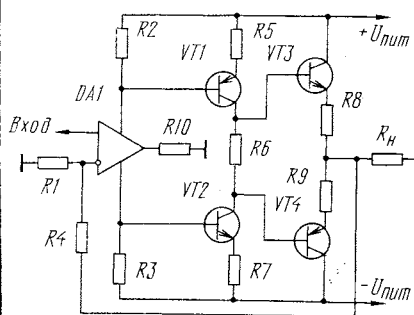
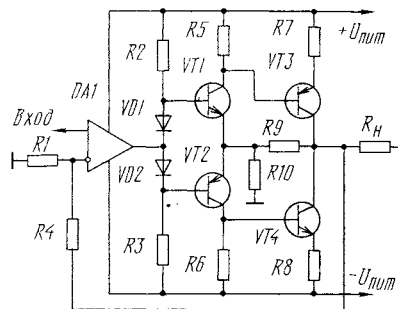

Рис. 2
Рис. 3
В УМЗЧ, представленном на рис.2, транзистор VT1 уже включен по схеме с общим эмиттером и работает с усилением, а транзистор VT3 — по-прежнему по схеме эмиттерного повторителя. В этом случае максимальное напряжение на нагрузочном резисторе R_n составит величину: $U_n = U_{\text{пит}} - U_{\text{бэVT1}} - U_{\text{R5}} - U_{\text{бэVT3}} - U_{\text{R8}}$ (2). Напряжение на нагрузочном резисторе УМЗЧ, построенном по схеме, приведенной на рис.3, будет равно: $U_n = U_{\text{пит}} - U_{\text{бэVT3}} - U_{\text{R7}}$ (3). Здесь транзисторы VT1 и VT3 работают с усилением, так как оба включены по схеме с общим эмиттером.
Сравнив выражения (2) и (3), можно заметить, что если будет соблюдаться неравенство: $U_{\text{бэVT3}} < U_{\text{бэVT1}} + U_{\text{R5}}$, то напряжение на нагрузке УМЗЧ, собранном по схеме, показанной на рис.3, будет наибольшим.